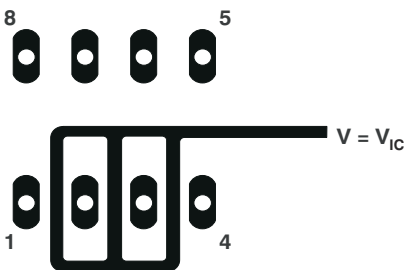
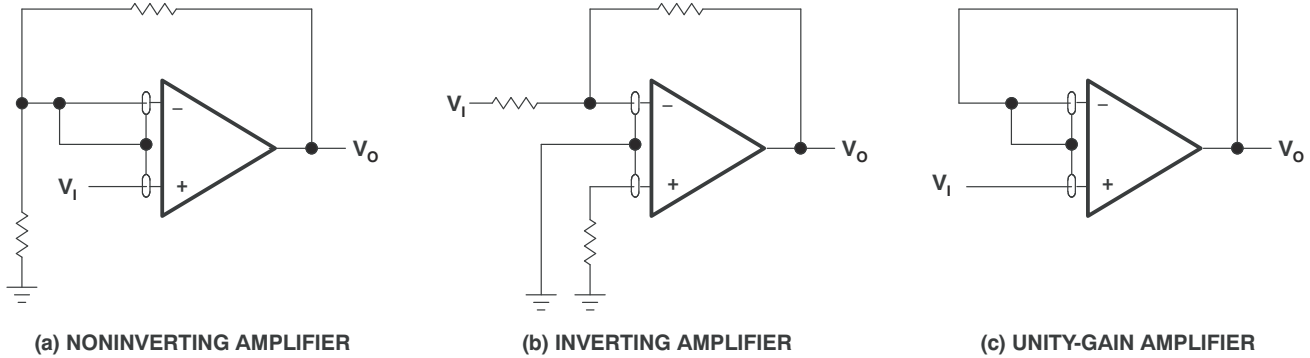

图 6-4. 器件输入端周围的隔离金属（P 封装）
图 7-5. 防护环方案
1. 将器件与其他潜在的泄漏漏源隔离。在设备输入端周围和之间使用接地屏蔽层（请参阅图 6-4）。否则可能流向输入端的泄漏电流被分流。
由于极高的输入阻抗和由此产生的低偏置电流要求，TLC27L1 是低电平信号处理的绝佳选择。但是，印刷电路板和插座上的泄漏电流有时很容易超过偏置电流要求，且会导致器件性能下降。最佳实践是在输入端周围添加防护环 (类似于参数测量信息一节中图 6-4 的防护环)。在与共模输入相同的电压电平下，从低阻抗源驱动这些防护装置 (请参阅图 7-5)